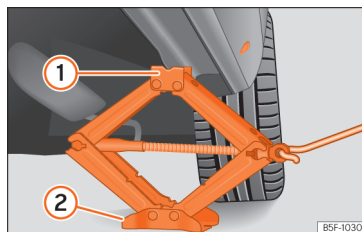

Fig. 227 Longarina: colocação do macaco do veículo.
- Rode a manivela do macaco, colocado por baixo do ponto de apoio da longitudinal, para levantá-lo até que o ressalto (1) » » » Fig. 227 se encontre por baixo do alojamento previsto.
- Alinhe o macaco de forma a que a patilha (1) «encaixe» no alojamento previsto da longitudinal e que a placa base móvel (2) fique apoiada no chão. A placa base (2) deve ficar colocada na vertical relativamente ao ponto de apoio (1).